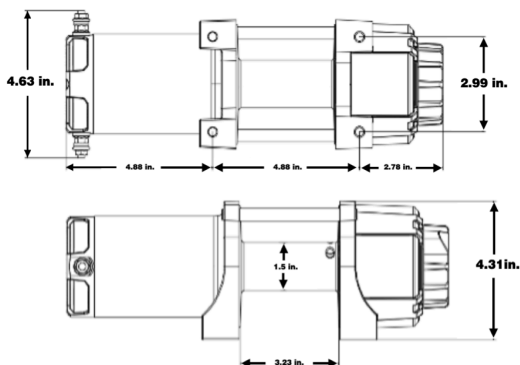

fig. 1
2. Marquez les emplacements des trous de vis (fig. 1).